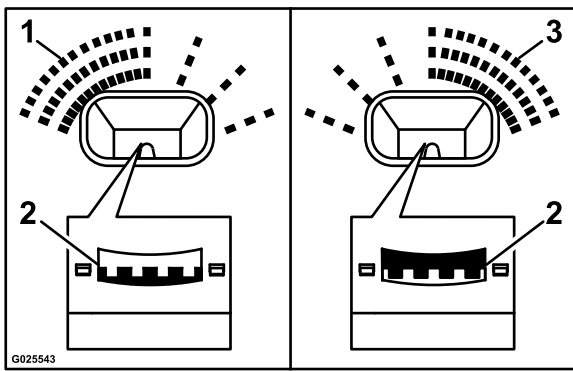
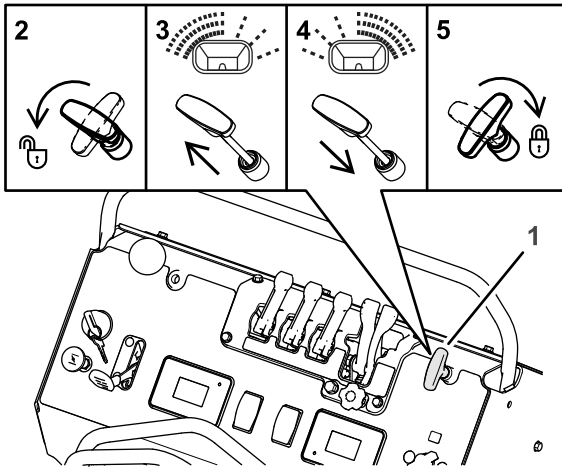

図 36
図 37
撒布が右側または左側に偏る場合どちらかの側が薄撒きまたは厚撒きになる — 図 36と図 37を参照。
1. 撒布パターンコントロールのハンドルを左に 90° 回してロックを解除する 図 37 の 2。
- 左側への撒布が厚くなりすぎる場合には、パターンコントロールを少しだけ引き出す 図 37 の 3 を参照。
- 右側への撒布が厚くなりすぎる場合には、パターンコントロールを少しだけ押し込む 図 37 の 4 を参照。
3. 撒布パターンコントロールのハンドルを右に 90° 回してロックする 図 37 の 5。